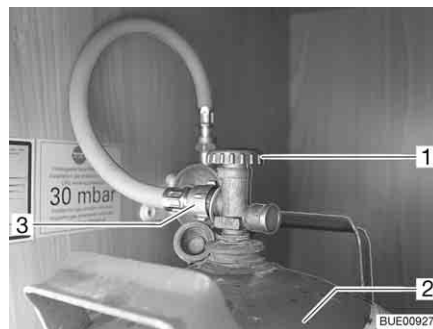

Bild 140 Gaskasten
- Haupt-Absperrventil (Bild 140,1) an der Gasflasche (Bild 140,2) schließen. Pfeilrichtung beachten.
- Gasschlauch (Bild 140,3) von Hand von der Gasflasche abschrauben (Linksgewinde).